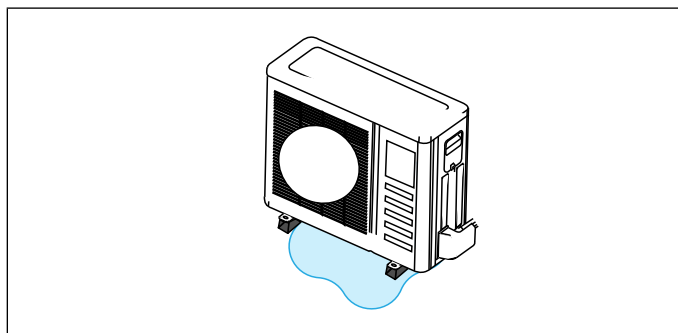

Figure 18. Éviter les dangers causés par le gel de l'eau de dégivrage
- Faire très attention à l'élimination de l'eau de dégivrage pour éviter que la glace empêche l'utilisation des allées ou crée un danger à proximité de l'unité extérieure comme illustré à la «Figure 18. Éviter les dangers causés par le gel de l'eau de dégivrage».